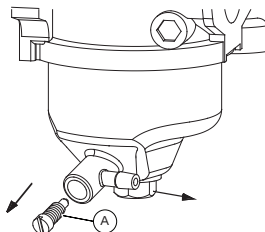

Figura 4-7. Drene el combustible del carburador
1. Consulte Figura 4-7. Afloje el tornillo (A) y drene el combustible del carburador.